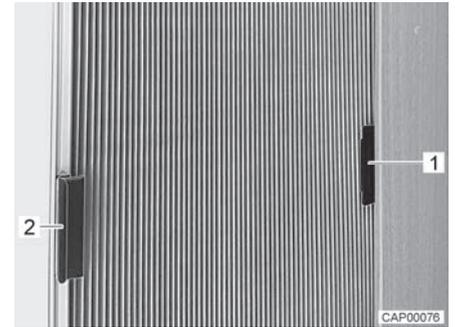

Fig. 6 Estor plegable para la luna lateral (cerrada)
- Insertar el asidero (Fig. 6,1) del respectivo estor plegable en la pieza sobrepuesta (Fig. 6,2). De este modo, el estor plegable estará retenido de tal manera que no podrá cerrarse.